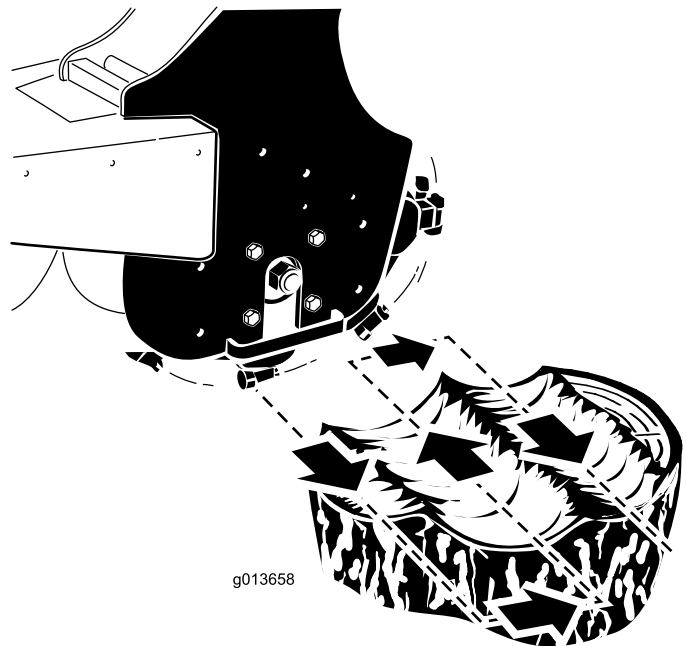

Bild 12
4. Positionieren Sie die Fräse links hinter den Stumpf (Bild 12).
5. Schwenken Sie die Fräse mit dem Anbaugerät-Kipphebel in Ihre Richtung und fräsen Sie, je nach der Härte des Holzes, zwischen 0,5 cm bis 5 cm ab (Bild 12).
- Schwenken Sie die Fräse wieder aus (Bild 12), senken Sie sie auf 0,5 cm bis 5 cm ab und wiederholen die Schritte 4 bis 6, bis Sie einige Zentimeter abgefräst haben.
- Stellen Sie die Fräse nach rechts (Bild 12).